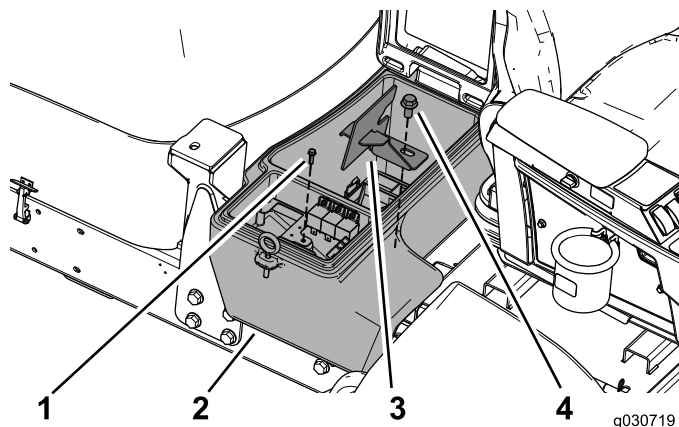

图22
5. 用螺丝将线束板固定到机器，并用螺栓 (1/2 x 1 英寸) 将电池盒夹和电池盒固定到机器上 (图22)。